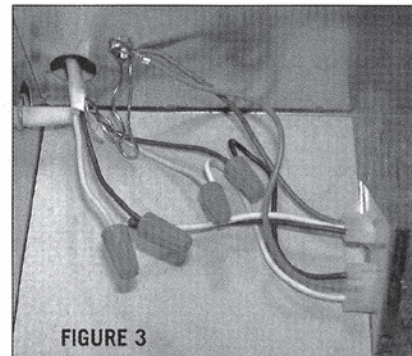

FIGURE 3
6. Connect the supply wiring to the fan wiring using approved wire nuts: black to black and white to white. Connect ground wire to green grounding screw on side of housing. (Fig. 3).
6. Conecte el alambrado de suministro al alambrado del ventilador usando tuercas colectoras aprobadas: negro a negro y blanco a blanco. Conecte el alambre a tierra con el tornillo verde para conexión a tierra en el costado del bastidor. (Fig. 3).
6. Brancher le câblage d'alimentation au câblage du ventilateur en se servant pour cela de capuchons approuvés : le noir au noir et le blanc au blanc. Brancher le fil de terre au poteau de mise à terre vert sur la paroi de l'enveloppe. (Fig. 3)